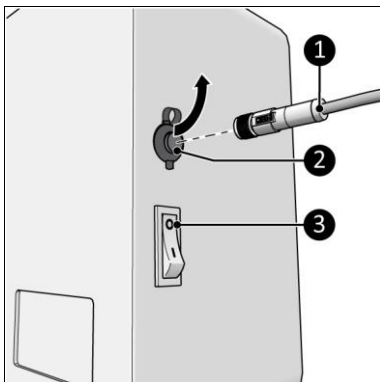

Figure 12
1. Assurez-vous que le commutateur ON/OFF est en position OFF (figure 12, pos. 3).
2. Branchez le connecteur du capteur de température (figure 12, pos. 1) sur la prise du capteur (figure 12, pos. 1).
2. Mettez le commutateur ON/OFF sur la position OFF (figure 12, pos. 3).